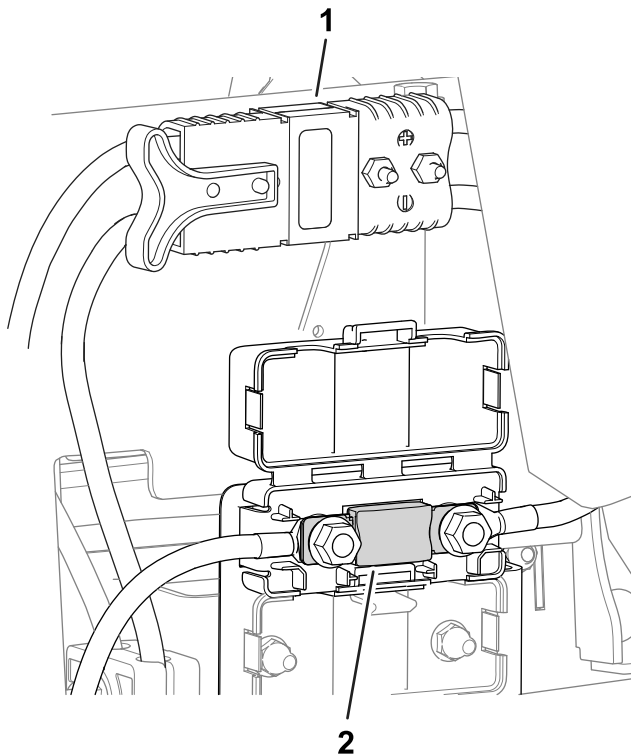

Figura 45
- Sigurana pentru sistemul electric se află sub conectorii de alimentare electrică (Figura 45).